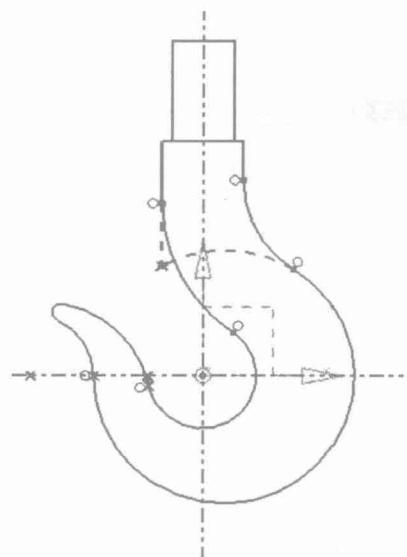

图 1-13 R2 的连接弧
(12) 单击“特征”工具栏上的【圆角】按钮, 作 R24 和 R14 的连接圆弧 R2, 如图 1-13 所示。